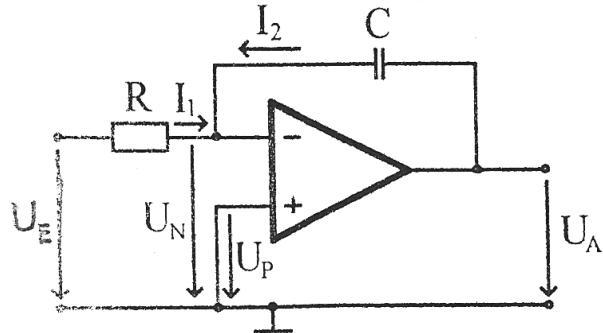

Abbildung 11: Der Integrator
Eine weitere mathematische Operation, die sich mit Operationsverstärkern elektronisch umsetzen lässt, ist die Integration mit der Schaltung nach Abb. 11.
• Integrator (Abb. 11)